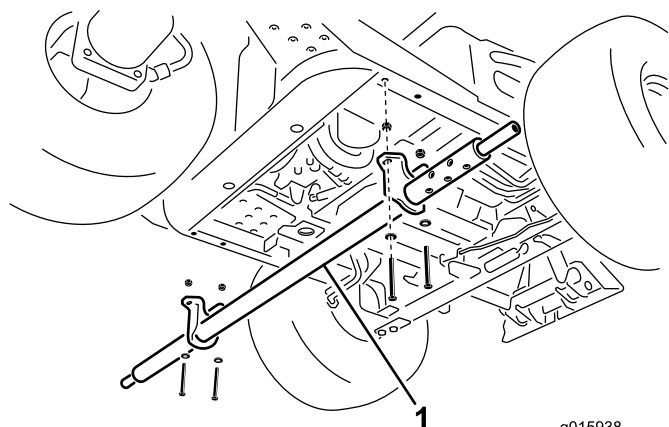

Figura 4
2. Sujete los soportes de montaje del tubo transversal a los tubos del bastidor con 4 tornillos (3/8 x 3 pulgadas), 4 arandelas planas y 4 contratuercas (3/8 pulgada); consulte Figura 4.
1. Desde el lado izquierdo de la máquina, coloque el tubo transversal debajo de la máquina, alineando los taladros de los soportes de montaje con los taladros de los tubos del bastidor (Figura 4).